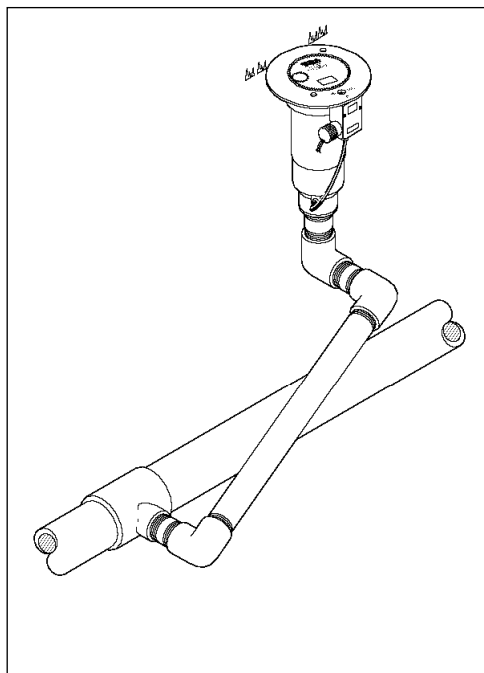

Abbildung 1
1. Für jeden Regner ein Dreifachgelenk besorgen oder herstellen (**Abb. 1**). Für den Regneranschluß ist ein PVC- oder ABS-Rohr zu verwenden.